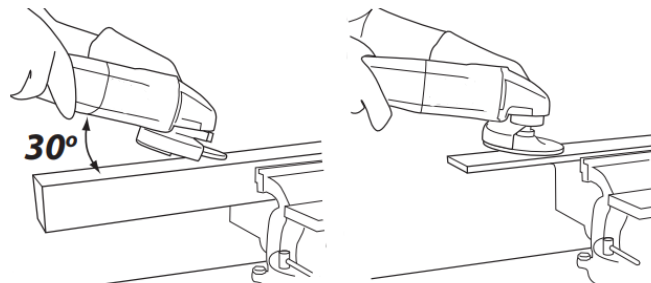

Рис. 8
- Плоскости лучше шлифуются при положении шлифовального круга под углом 10-30° к обрабатываемой поверхности. Для черновой обработки можно использовать угол 30-40° (Рис. 8).